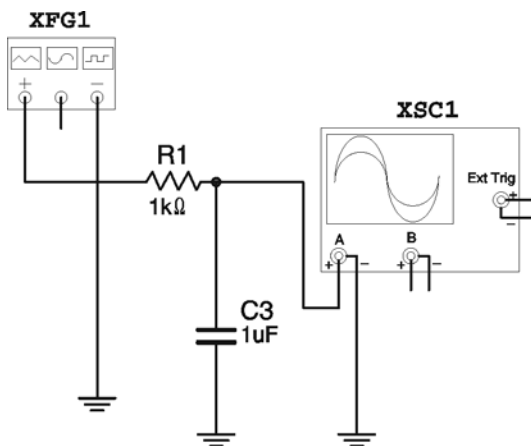

Figura 55
Para isso deve ser montado o circuito mostrado na figura 55.
c) Ajusta-se então o ganho (amplitude) do canal V até que seja obtida a imagem mostrada na figura 55.